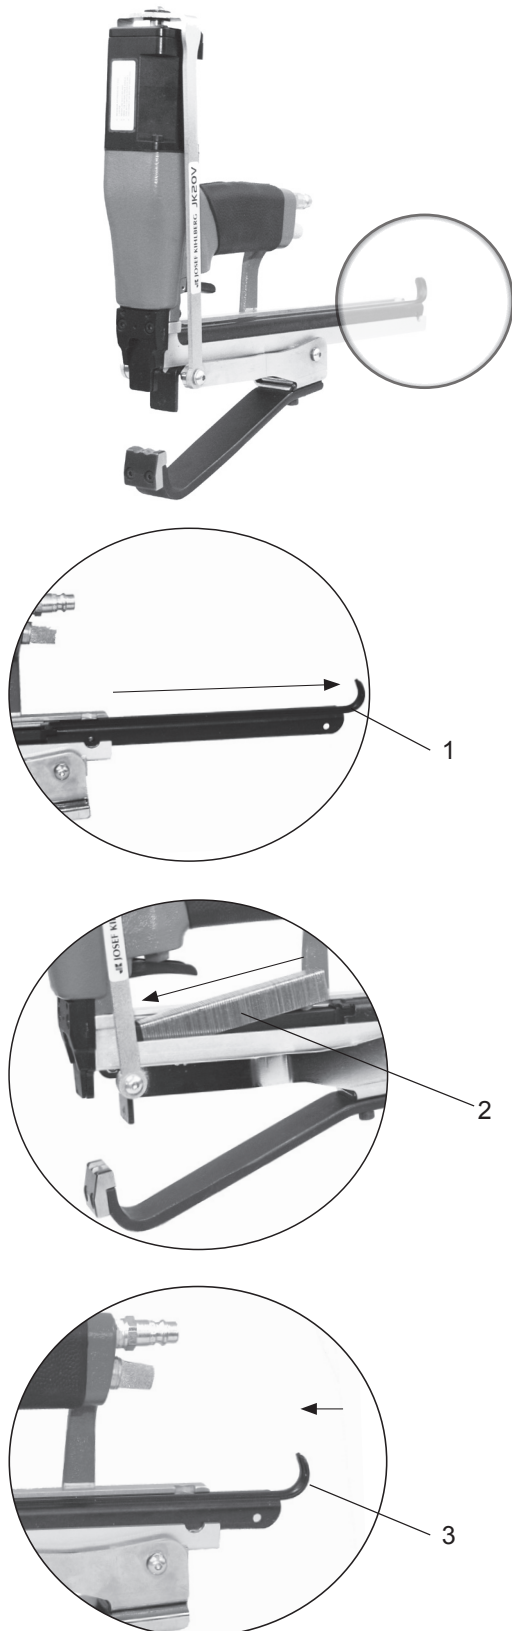

Fig. 4
1. Den Magazineckel ganz herausziehen (Fig. 4/1)